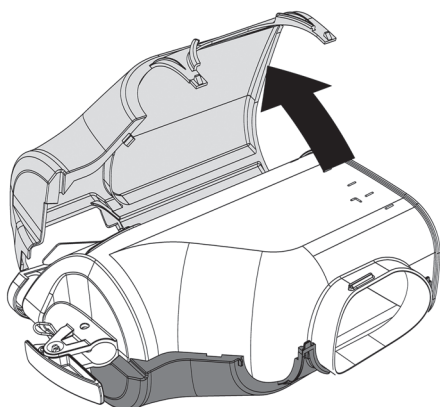
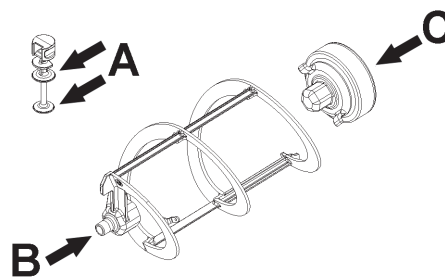
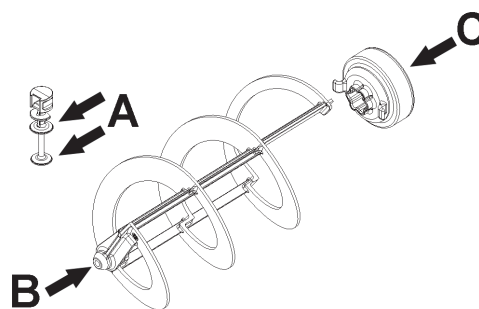

figura 14
figura 16
figura 17
la destra. (vedere figura 14)(vedere figura 16).
- 2** Lubrificare il pistone rubinetto, il giunto esagonale ed il mescolatore nei punti indicati in figura 16 (B-Frozen 6) o figura 17 (B-Frozen 10) utilizzando esclusivamente il grasso in dota-